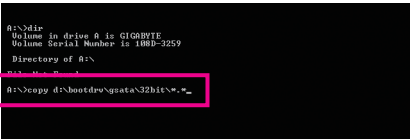

图2
- 若要复制JMicron JMB362控制器的驱动程序，请输入(图2)：(注二)